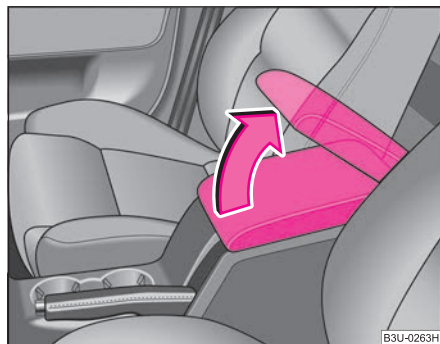

Fig. 103 Cotiera dintre scaunul conducătorului și scaunul pasagerului dreapta
- Deschideți capacul ⇒ pagina 106, fig. 103.
- Rabatați capacul cotierei în sensul săgeții în sus ⇒ pagina 106, fig. 103 și apoi în jos.